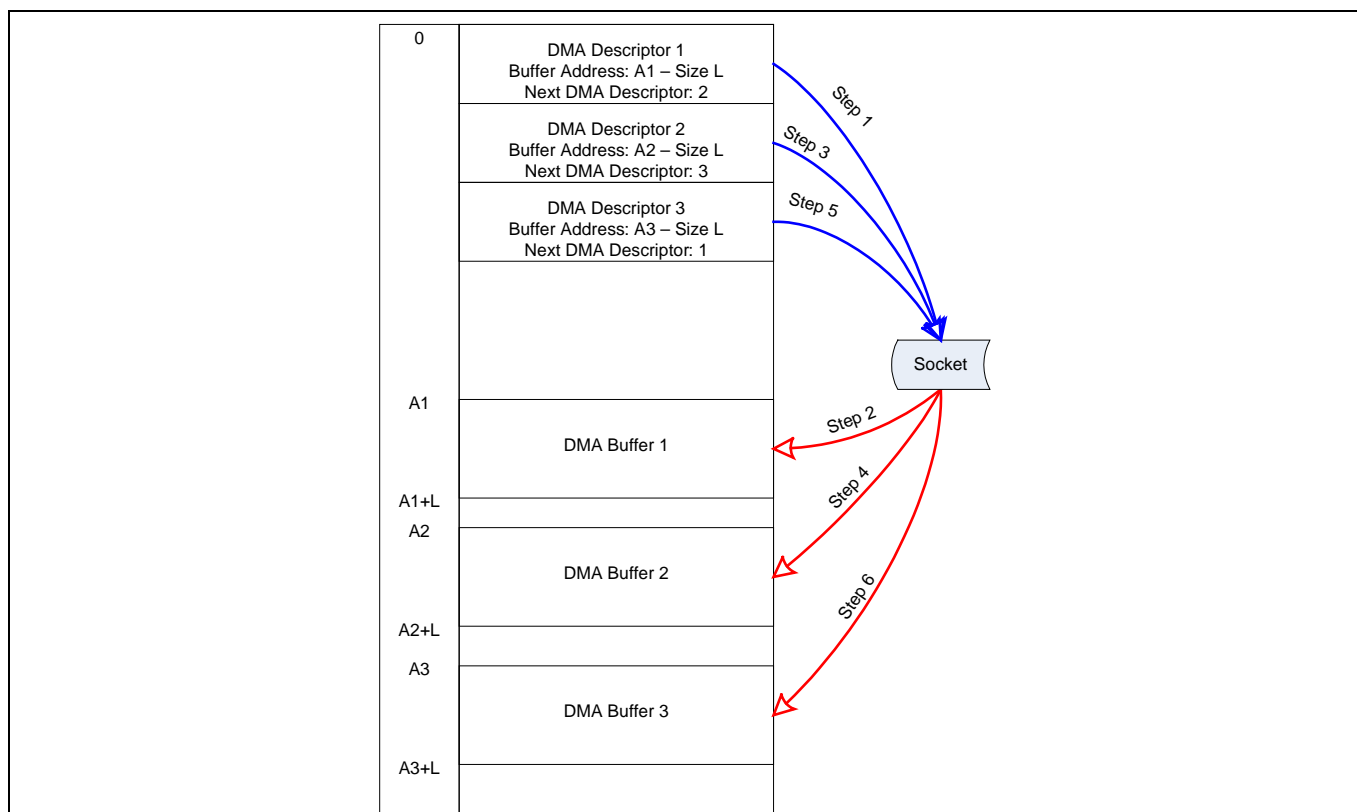

Figure 10 DMA 転送の例
**Figure 10** に、詳細な DMA データ転送を示します。循環ループで連結した長さ L の 3 つの DMA バッファを使用するアプリケーションを例に取ってみます。FX3 のメモリアドレスは左側です。青い矢印は、メモリからソケットリンクリスト ディスクリプタをロードしていることを示します。赤い矢印は、結果となるデータパスを示します。以下の手順は、データが内部 DMA バッファに移動されるときソケットシーケンスを示します。
**ステップ 1:** DMA ディスクリプタ 1 をメモリからソケットにロードします。DMA バッファ位置 (A1)、DMA バッファサイズ (L) および次のディスクリプタ (DMA ディスクリプタ 2) の情報を取得します。ステップ 2 に進みます。